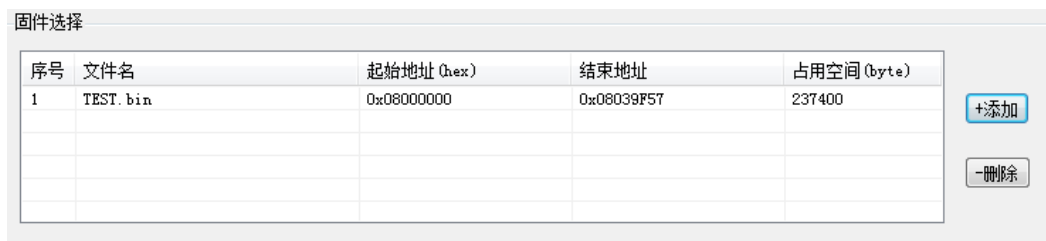

图 2-7 添加文件后显示信息
- 1) 点击配置软件右下角的“同步到下载器”如图 2-7 所示；